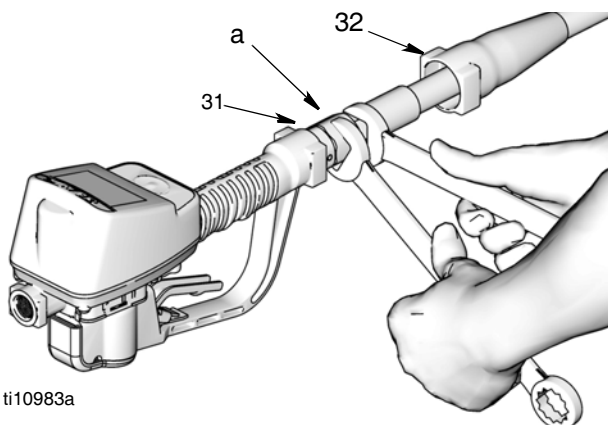

FIG. 3
Installation du compteur (FIG. 3)
2. Glisser le sabot (32) du raccord tournant en arrière, au-dessus du tuyau, en commençant par la petite extrémité, pour accéder au raccord tournant (a).
3. Enduire le filetage mâle du joint d'étanchéité du raccord du flexible de mastic à filetage. Visser le raccord du tuyau dans le raccord tournant (31) du compteur. Utiliser deux clés pour bien serrer (FIG. 3).